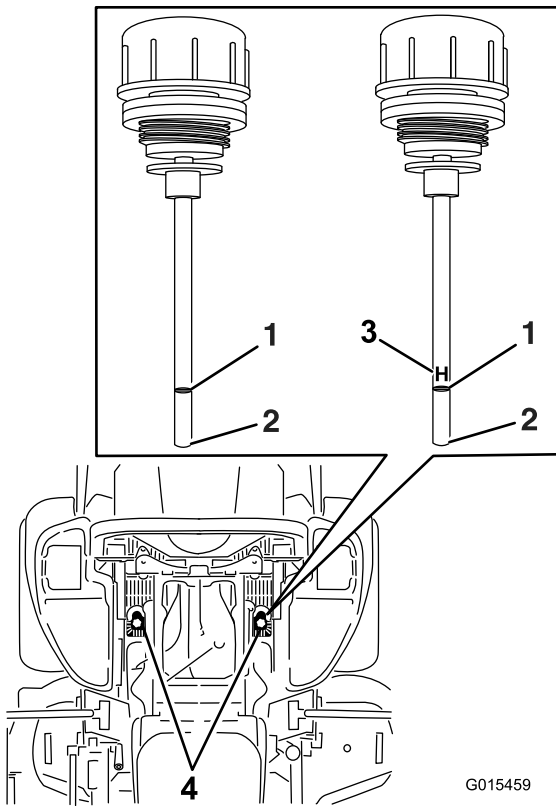

Figura 86
6. Pulite l'area attorno all'asta di livello dei serbatoi dell'impianto idraulico (Figura 86).
7. Togliete un'asta di livello dal serbatoio idraulico (Figura 86).
9. Togliete l'asta e controllate l'estremità (Figura 86). Se il livello dell'olio è alla tacca di aggiunta, versate lentamente dell'olio nel serbatoio idraulico per portare il livello alla linea di pieno o **H**.